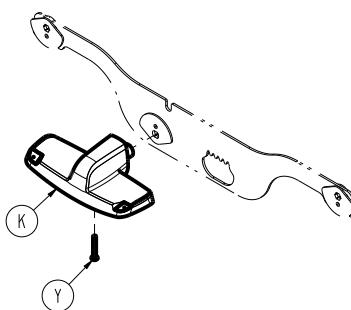

Figure 12 – Remplacement de la pédale de frein/guidage
4. À l'aide d'une clé à cliquet et d'un tournevis Torx T30, retirer la vis (Y) qui fixe la pédale de frein/guidage (K) à la tige de frein (Figure 12). Retirer la pédale.